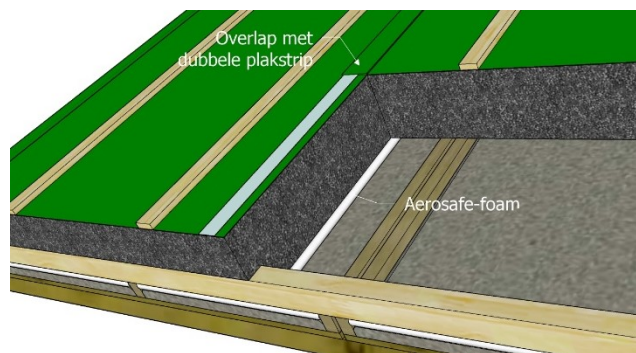

Figuur 7 - Detail extra schroeflengte
- Bij toepassing van het Unidek Reno Dekfolie dakelement over reeds aanwezige tengels / ribben moet rekening worden gehouden met een extra schroeflengte waarmee de benodigde hechtlengte in de onderconstructie wordt geborgd. Deze extra schroeflengte is afhankelijk van de dikte van het bestaande dakbeschot (zie figuur 7). Advies over extra schroeflengte is opvraagbaar bij de technisch adviseurs van Kingspan Unidek.